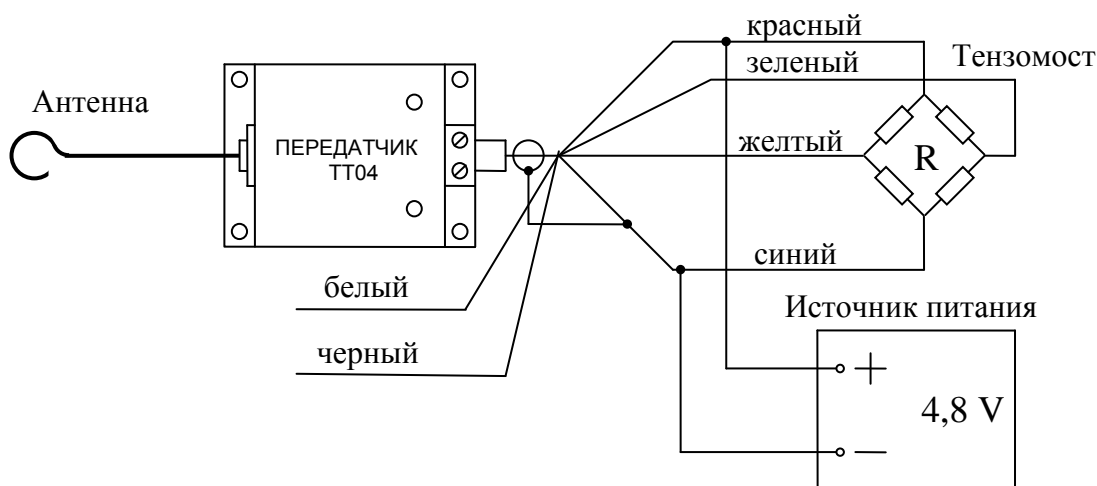

Рис. 4. Схема подключения передатчика
2.2.2 Согласно схеме, приведенной на рис. 4, сначала к передатчику подключить тензомост, и только потом питание. Предусмотреть возможность оперативного отключения питания, т.к. в конструкции передатчика нет специального устройства выключения питания.